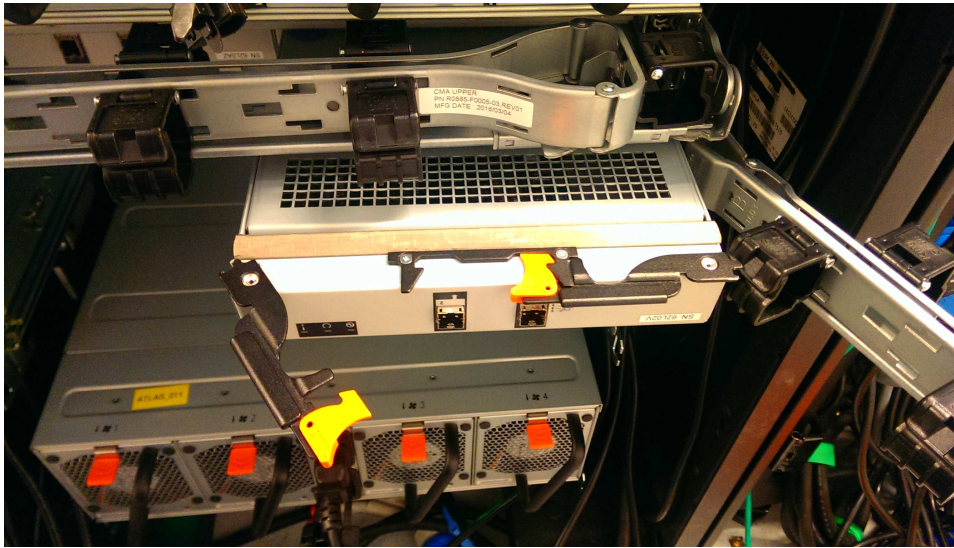

図 41. 拡張キャニスターの取り付け
1. 図 41 に示すように、下段のケーブル・マネージメント・アームのひじを切り離し、邪魔にならないところに向きを変えます。
4. 拡張キャニスターが完全に挿入されたら、各ハンドルを内側に回転させて、所定の位置にロックします (図 41 を参照)。